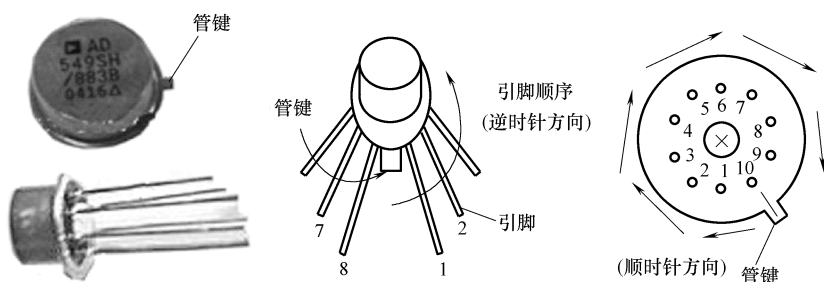

图 4-4 圆形金属外壳集成电路引脚排列
圆形金属外壳封装的集成电路形似晶体管, 体积较大, 外壳用金属封装, 引脚有 3、5、8、10 多种。其引脚按圆周分布, 识别时将管键朝上, 自管键开始沿顺时针方向依次是①引脚、②引脚、③引脚… (见图 4-4)。AD549JH 型集成电路、AD637JH 型集成电路、AD536A 型集成电路等的引脚就是这样排列的。